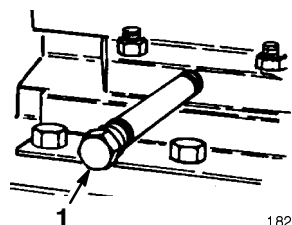

Figure 24
- Nettoyez autour du bouchon de vidange d'huile (Fig. 24).
- Placez un bac de vidange sous le tube de vidange, et retirez le bouchon (Fig. 24).